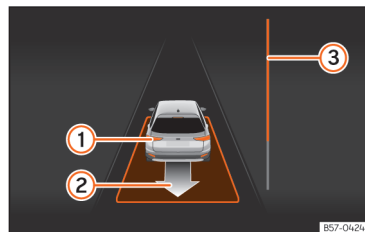

Fig. 143 Pe afișajul panoului de instrumente: ieșirea din parcare perpendiculară.
• Mergeți în marșarier până când se activează semnalul continuu ParkPilot; **SAU:** mergeți în marșarier până când pe afișajul panoului de instrumente apare indicația de deplasare înainte. Bara de progres **③** **»» fig. 143** indică distanța care trebuie parcursă.